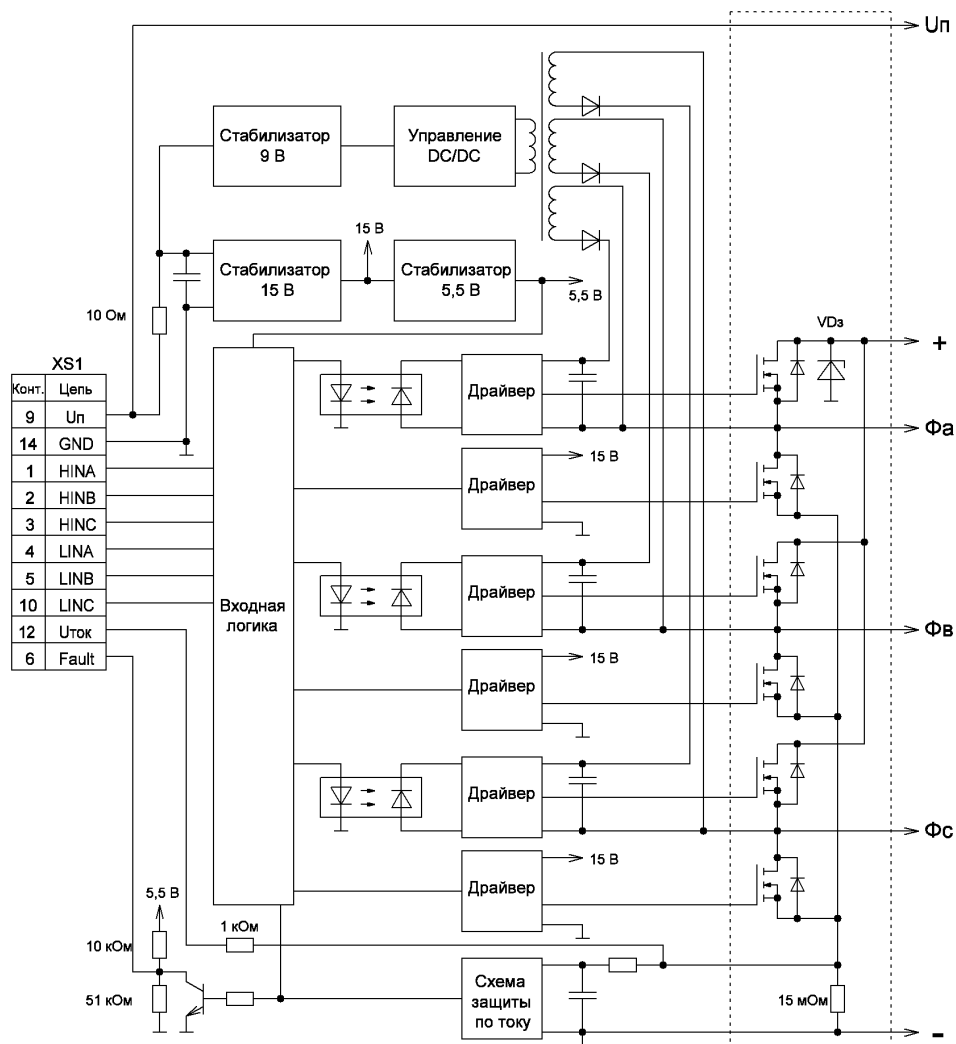

Рисунок 1.1 – Структурная схема модуля 1УМ14А
3.9 Выводы «+» и «-». Выводы подключения силового питания инвертора модуля. Между данными выводами в модуле установлен ограничитель напряжения «VDз» (см. рисунок 1.1) с номинальным пробивным напряжением 150 В. Для корректной работы модуля необходима установка непосредственно на выводы «+» и «-» снабберного конденсатора «Сс» (см. рисунок 3.1) типа К73-17 номинальной ёмкостью от 0,1 до 0,33 мкФ х 160 В. На расстоянии не более 0,2 м через провод сечением не менее 2 мм² рекомендуется установить конденсатор фильтра «Сф» ёмкостью от 200 до 1000 мкФ.